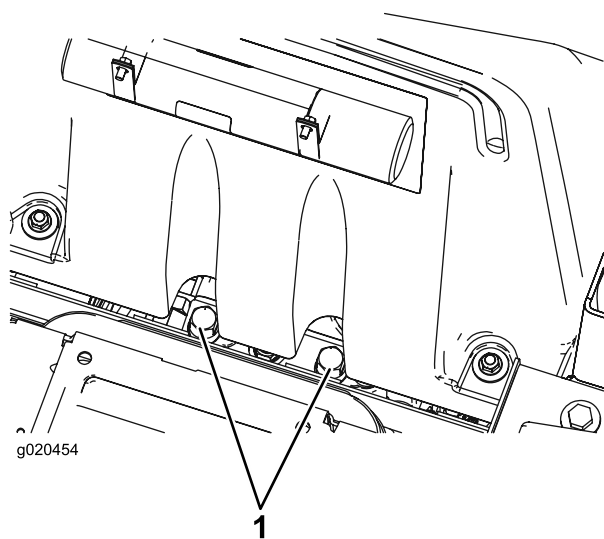

Figura 31
1. Levante el asiento y localice las válvulas de desvío, que están situadas debajo de la parte delantera del depósito de combustible (Figura 31).